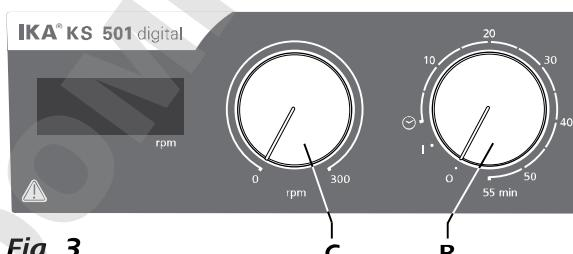

Fig. 3
- ☞ Para encender el aparato, gire el mando giratorio de "**encendido y apagado**" y "**temporizador**" (**B**, véase Fig. 3) hacia la derecha hasta la posición "**1**".
- ☞ Para ajustar el régimen de revoluciones del motor, utilice el mando regulador de "**velocidad**" (**C**, véase Fig. 3). Este régimen puede ajustarse de 0 a 300 rpm.